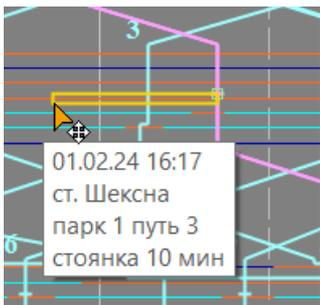

Рис.102. Горизонтальное перемещение указателя «мыши» при одновременном нажатии клавиши Ctrl.
3. Нажать на левую клавишу «мыши» при одновременном нажатии клавиши Ctrl и протянуть её путем горизонтального перемещения указателя «мыши». После правильной установки времени и места свершения поездной операции отпустить указатель «мыши» (см. рис. 102).